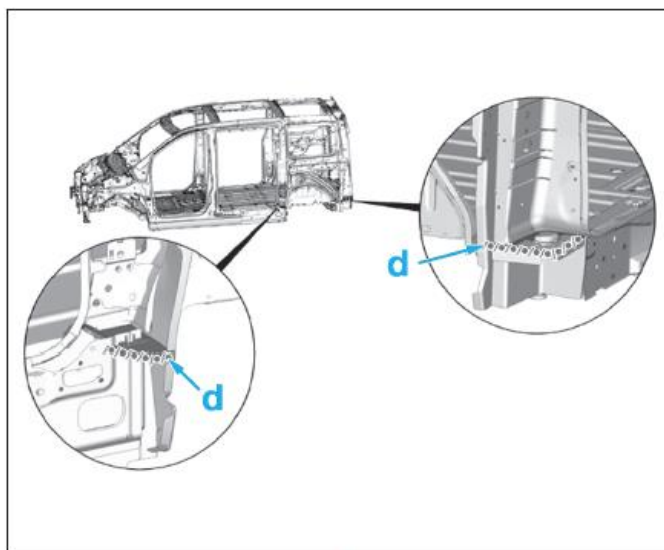

FIG. 86
- Poser les inserts gonflants (d) (Fig.86).